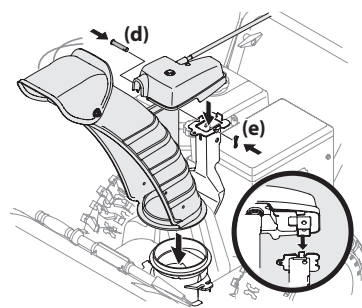

Figura 2-44
3. Coloque el canal sobre la base del canal y asegúrese de que la varilla de control del canal se encuentre debajo del panel de la manija. Sujete el cabezal de control del canal a la ménsula de soporte del canal con el pasador de horquilla (d) y el pasador de chaveta con unión curva (e) que extrajo en el Paso 1. Consulte Figura 2-44.